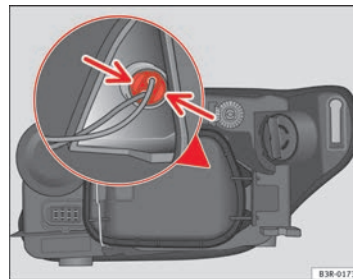

Abb. 211 Standlicht
- Leichten Druck auf die Laschen des Lampenträgers ⇒ Seite 284, Abb. 211 ausüben und zum Deckel hin ziehen (kann auch durch Ziehen an den Kabeln des Lampenträgers entnommen werden).